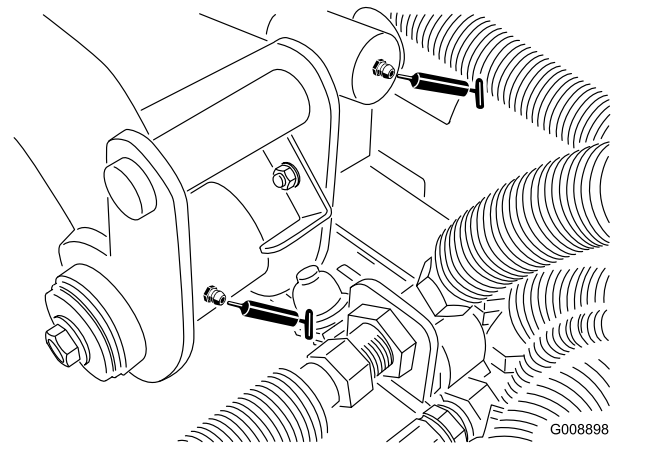

Рисунок 36
- Два задних шарнира подъемного рычага и подъемного цилиндра (Рисунок 36)